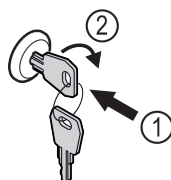

Fig. 44
- Zatlačte kľúč Fig. 44 (1).
- Otočte kľúč o 90° v smere hodinových ručičiek Fig. 44 (2).